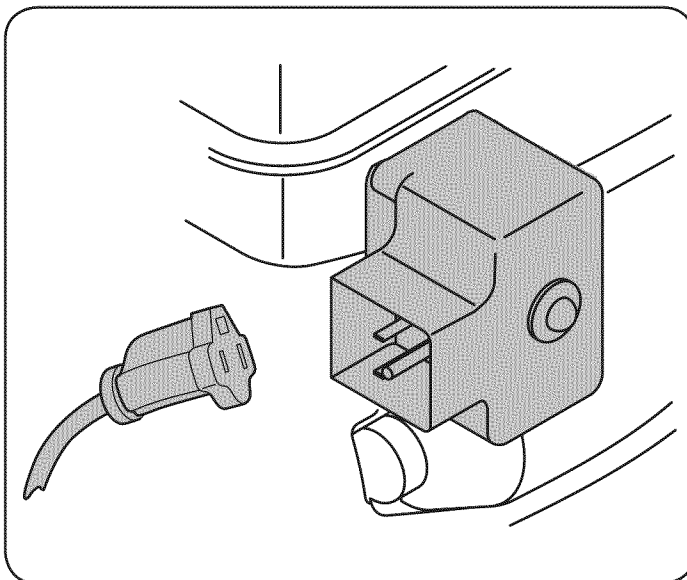

Figura 12
3. Conecte un prolongador a la salida situada en la superficie del motor. Conecte el otro extremo del prolongador a un tomacorriente de CA, 120 voltios con conexión a tierra, para tres patas, en un área bien ventilada. Vea la Figura 12.